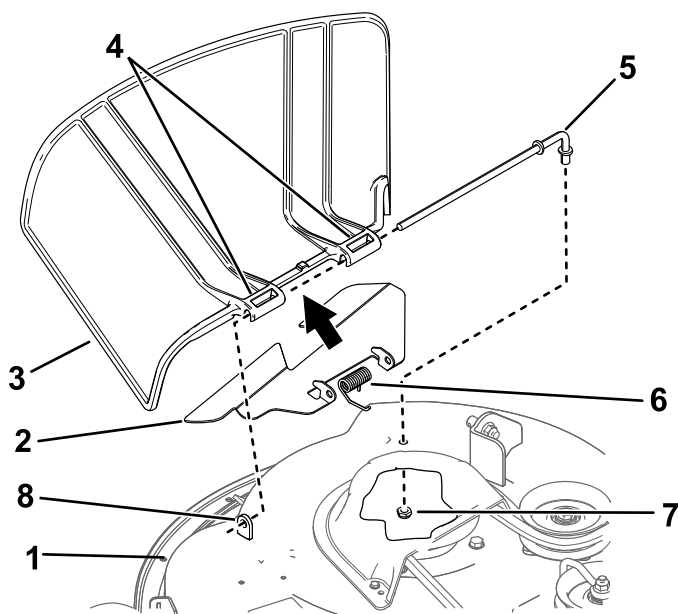

Figura 75
1. Retire la tuerca ($\frac{3}{8}$ ") de la varilla debajo del cortacésped (Figura 75).
2. Retire la varilla del separador corto, del muelle, y del deflector de hierba (Figura 75).
4. Instale el deflector de hierba nuevo (Figura 75).
7. Deslice la varilla a través del segundo pivote del deflector de hierba (Figura 75).
9. Sujete el extremo trasero de la varilla en el cortacésped con una tuerca ($\frac{3}{8}$ "), como se muestra en la Figura 75.